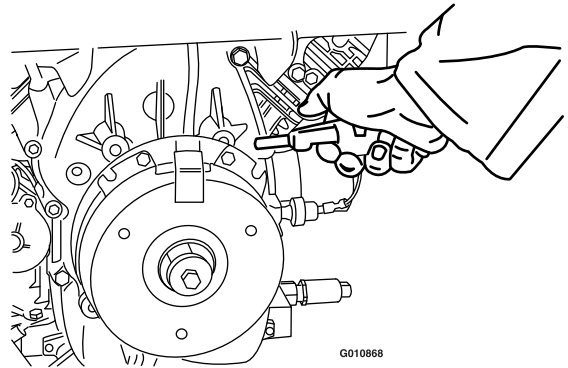

Figura 67
2. Utilizar un compresor de aire, elimine cualquier residuo de debajo del polo de freno y de alrededor de los espaciadores del freno (Figura 67).